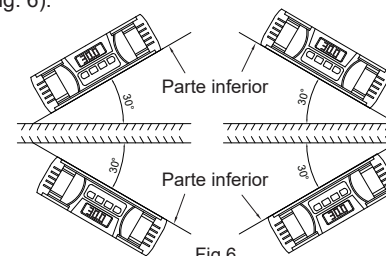

Fig.6
8. El instrumento se puede utilizar en 4 orientaciones, la pantalla se voltea cuando la parte inferior queda hacia arriba (Fig. 6).